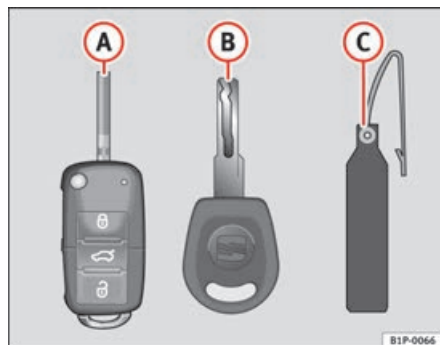

Fig. 63 Jogo de chaves
- uma chave com telecomando ⇒ fig. 63 A com palhetão dobrável,
Só a partir do número da chave na etiqueta de plástico ⇒ fig. 63 B é possível confeccionar um duplicado. Por isso:
- Utilize as duas chaves que são entregues juntamente com o veículo ⇒ página 101, fig. 63, a chave com emissor de radiofrequência  e a chave convencional .